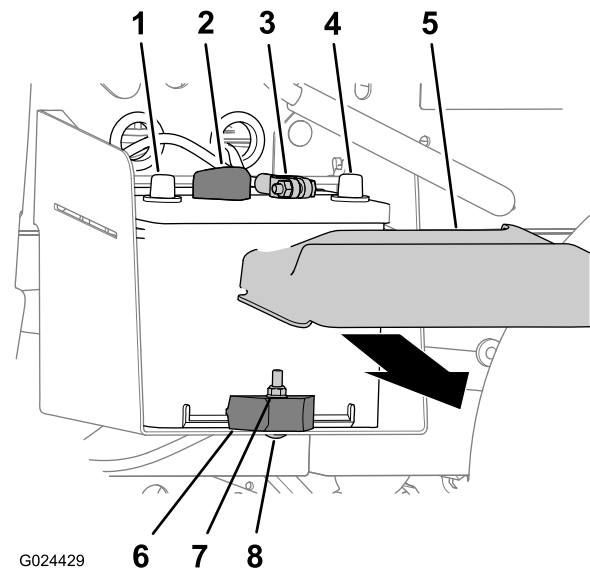

Figura 38
1. Apriete los lados de la tapa de la batería y retire la tapa de la parte superior de la batería (Figura 38).
2. Desconecte el cable positivo de la batería del borne de la batería (Figura 38).
3. Desconecte el cable negativo de la batería del borne de la batería (Figura 38).
2. Retire la contratuerca, el perno de cuello cuadrado y la abrazadera que sujetan la batería a la bandeja de la batería (Figura 38).
3. Retire la batería de su bandeja (Figura 38).
1. Alinee la batería con la bandeja de la batería de la máquina (Figura 38).
Nota: Asegúrese de que los bornes positivo y negativo de la batería están alineados según se muestra en Figura 38.
2. Sujete la batería a la bandeja de la batería con la abrazadera, el perno de cuello cuadrado y la contratuerca (Figura 38).
1. Conecte el cable positivo de la batería al borne de la batería (Figura 38).
2. Conecte el cable negativo de la batería al borne de la batería (Figura 38).
3. Instale la tapa de la batería en la parte superior de la batería (Figura 38).